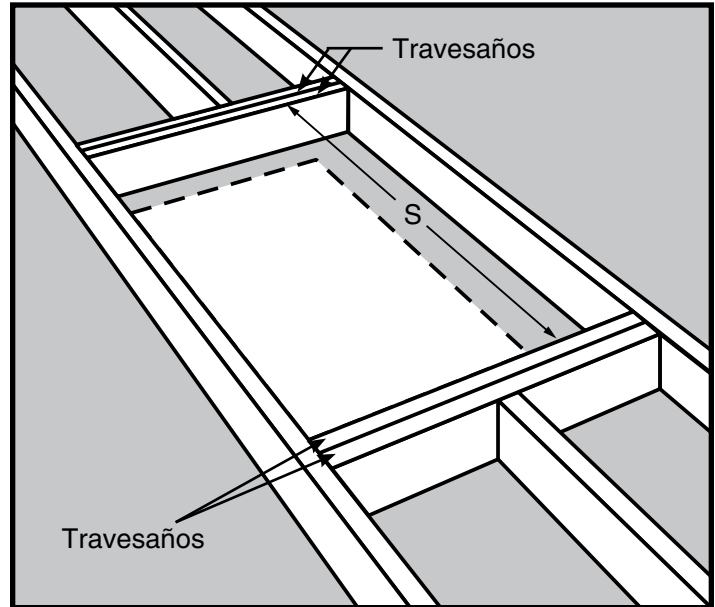

Figura 17
- PASO 1. Mida la longitud "S" del travesaño longitudinal entre los travesaños (Vea la Figura 17).
- PASO 3. Si la viga de cielo raso no proporciona un lado del marco, entonces corte un segundo travesaño longitudinal con la misma longitud del primer travesaño longitudinal. Observe que sólo se necesita un travesaño longitudinal en la Figura 17 porque la viga del cielo raso proporciona un lado del marco.